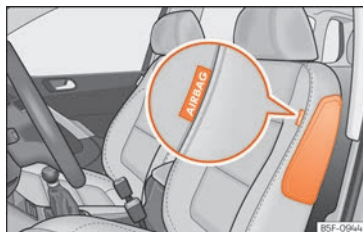
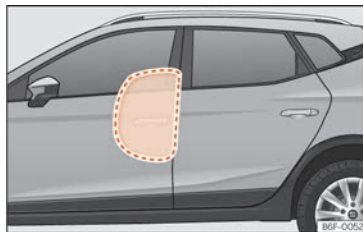

Abb. 31 Seitenairbag im Fahrersitz
Abb. 32 Komplette aufgeblasener Seitenairbag auf der linken Fahrzeugseite.
Die Seitenairbags befinden sich in den Vordersitzlehnen »» (Abb. 31) , »» (Abb. 32).
- Stellen Sie sicher, dass Kinder richtig in ihren Sitzen sitzen und ihren Kopf nicht in den Entfaltungsbereich der Seitenairbags halten »» (Abb. 32), da sie beim Auslösen der Airbags von diesen getroffen werden und schwere Verletzungen erleiden könnten.